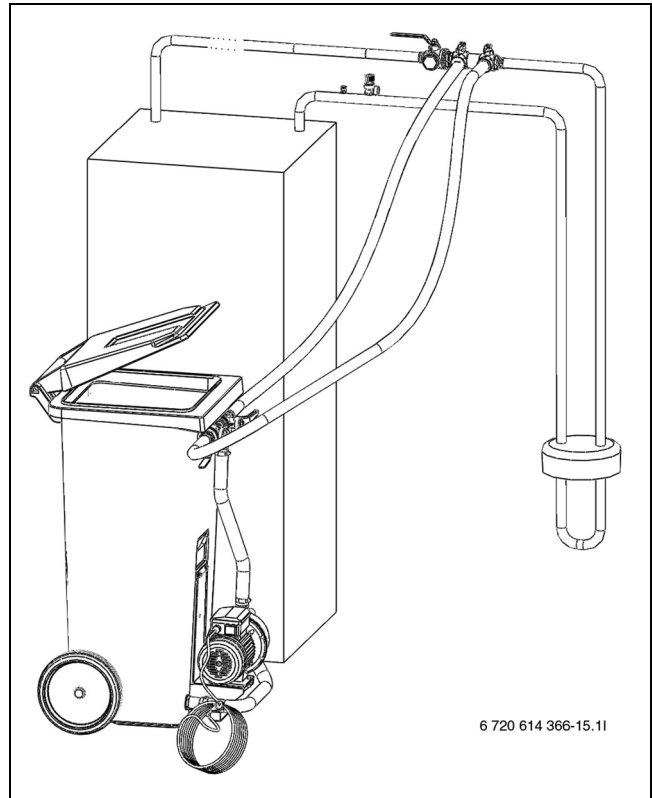

Bild 26 Befüllen mit Befüllstation
- Zwischen Befüllstation und Befüllrichtung zwei Schläuche anschließen (→ Bild 26).